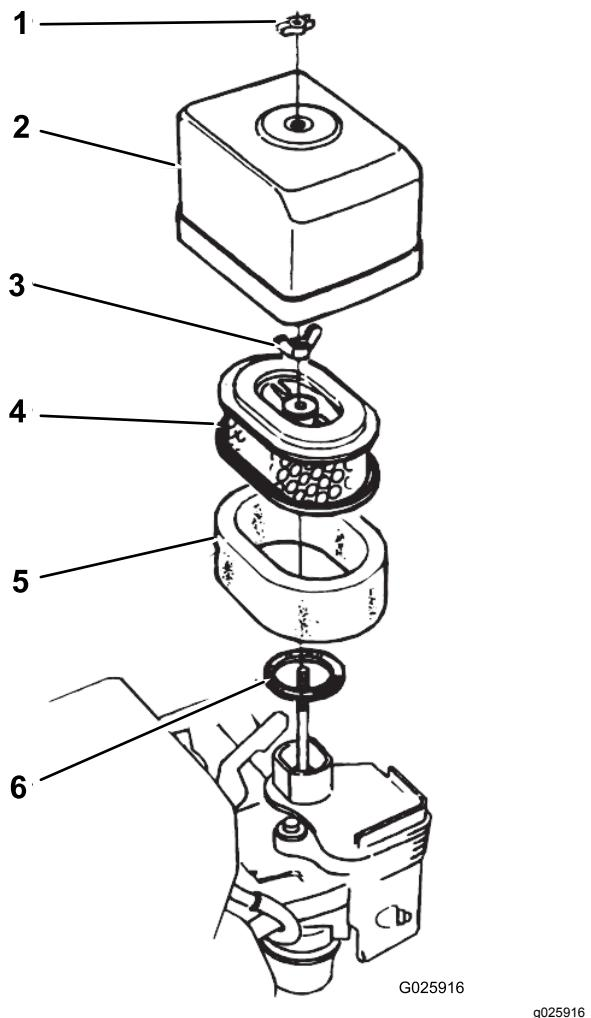

図 32
2. エアクリーナカバーをエアクリーナ本体に固定している蝶ナットを取り、カバーを外す図 32。
4. エアフィルタの蝶ナットを取り、フィルタを外す図 32。
5. ペーパーフィルタからスポンジフィルタを外す図 32。